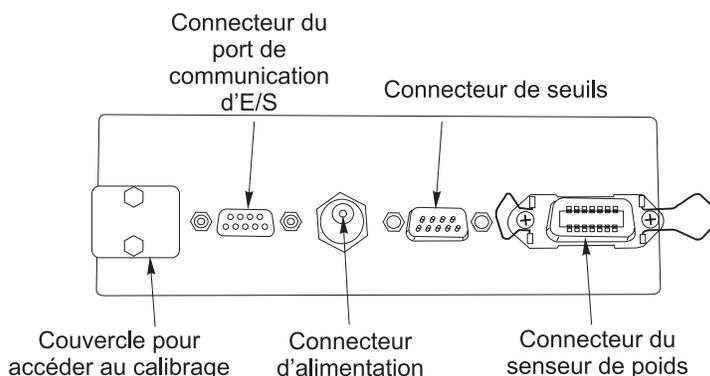

Figure 2.1 Panneau de raccordement du modèle E1005 (Précaution : il se peut que les connexions soient inversées en fonction de l'angle de vue).
2. Connectez tous les câbles nécessaires au connecteur approprié sur l'arrière de l'indicateur. Voir la Figure 2.1.